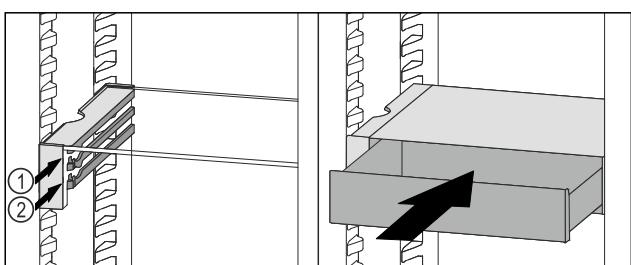

Fig. 95
- Установите выдвижной ящик VarioSafe за стопоры на требуемый выступ Fig. 95 (1) или Fig. 95 (2).